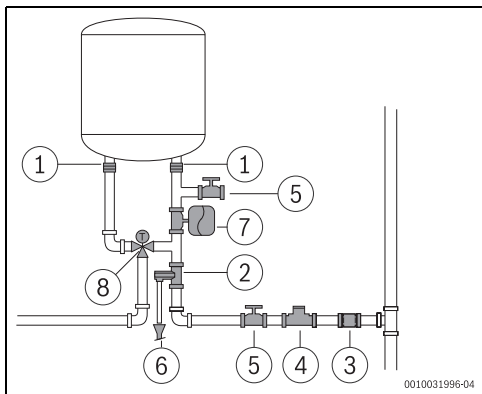

Bild 15
- Bei Verwendung von PEX-Rohren möglichst ein Thermostatventil (Abb. 15, [8]) am Ausgangsrohr des Geräts installieren. Dieses muss auf die Leistungsparameter des verwendeten Materials abgestimmt sein.
- Zwischen dem Sicherheitsventil und dem Kaltwassereintritt (rechte Seite) des Geräts dürfen keine anderen als die in Abb. 15 dargestellten Zubehörteile installiert werden.
- Druckminderer installieren (Abb. 15, [4]). Der Druckminderer wird immer dann aktiviert, wenn der Wasserdruck im Gerät 8 bar (± 1 bar) überschreitet. In diesem Fall muss eine Möglichkeit zum Ableiten des Wassers vorgesehen werden.
- Ausdehnungsgefäß installieren (Abb. 15, [7]), damit das Sicherheitsventil nicht so häufig öffnet. Das Volumen des Ausdehnungsgefäßes muss 5 % des Gerätevolumens betragen.